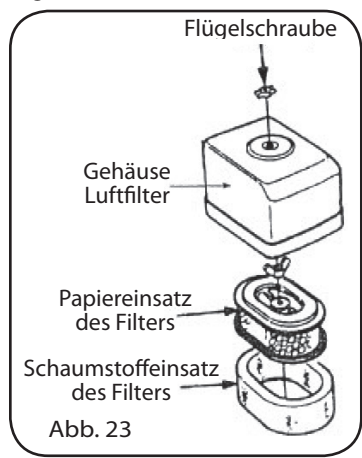

Abb. 23
**Filter mit Doppelseinsatz (Abb. 23)**